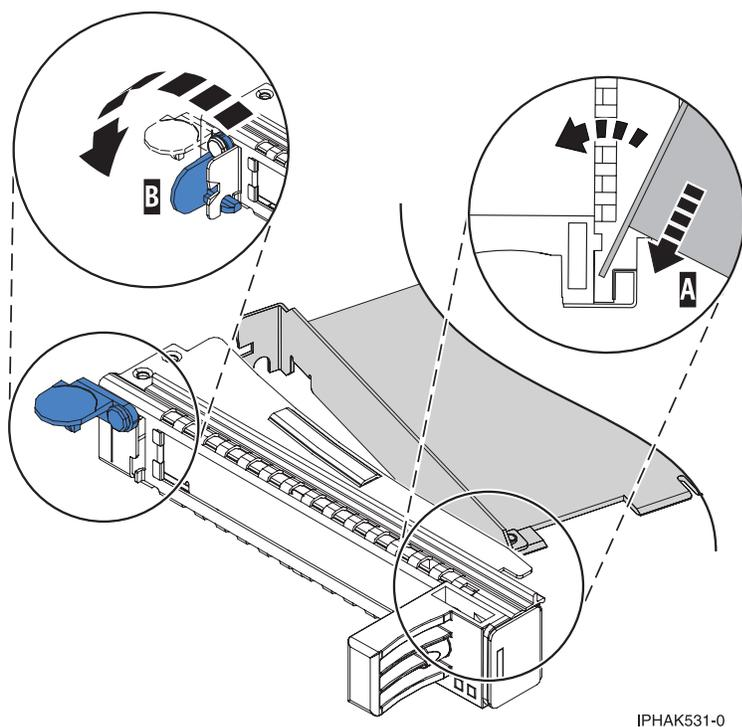

Figure 41. Retrait de la carte de la cassette de cartes PCI simple largeur
- a. Placez le levier de blocage de la contre-poupée en position ouverte, insérez fermement la carte dans le bloc de retenue (A). Voir figure 41, à la page 55.
c. Fermez le levier de blocage de contre-poupée (**B**). Voir figure 41.